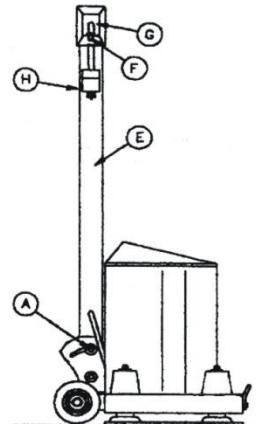
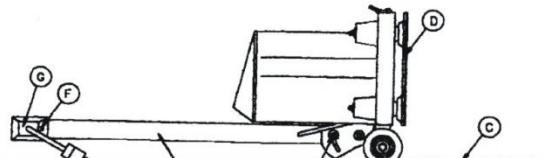
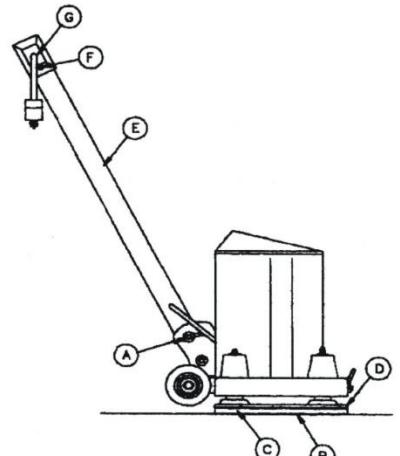

Fig. 1
Fig. 4
Fig. 5
Make sure that the tool switch (F) is ALWAYS switched OFF and unplugged before putting or emptying the bag. Make sure that the bolt (A) is tighten to ensure that the handle is locked in place. See Fig. 1.
Slide the metal piece (K) in the opposite direction of the arrow. Hook the rear plate (L). Turn the lock (J) in the opposite direction of the arrow. Attach the spring (H). See Fig. 4.
Unhook the spring (H) behind the upper handle. See Fig. 1. Turn the lock (J) in the direction of the arrow, and unhook the back plate (L). See Fig. 4. Slide the upper metal piece (K) in the direction of the arrow. See Fig. 4 Empty the bag and reinstall it as described above.
Assurez-vous que l'interrupteur (F) est TOUJOURS à la position "OFF" et que l'outil est débranché avant d'installer le papier sablé ou d'installer ou vider le sac à poussière. Assurez-vous que le boulon (A) est bien serré afin que le manche soit barré en place. Voir FIG. 1.
Glissez la pièce métallique (K) dans le sens contraire de la flèche. Accrochez la plaque arrière (L). Tournez la barrure (J) dans les sens contraire de la flèche. Accrochez le ressort (H). Voir Fig. 4.
Décrochez le ressort (H) à l'arrière et au haut du manche. Voir Fig. 1. Tournez la barrure (J) dans le sens de la flèche et décrochez la plaque arrière (L). Voir FIG. 4. Glissez la pièce métallique supérieure (K) dans le sens de la flèche. Voir Fig. 4. Videz le sac et réinstallez-le en suivant les instructions, plus hauts mentionnés.
Cerciórese de que el interruptor de la herramienta (F) sea SIEMPRE cambiado de "OFF" y desenchufado antes de instalar el papel de la arena y de instalar o de vaciar el bolso de polvo. Cerciórese de que sea el perno (A) apriete para asegurarse de que la manija está trabada en lugar. Vea Fig. 1.
Resbale el pedazo del metal (k) en la dirección opuesta de la flecha. Enganche la placa posterior (l). Dé vuelta a la cerradura (j) en la dirección opuesta de la flecha. Una el resorte (h). Vea Fig. 4.
Zafe el resorte (H) detrás de la manija superior. Vea Fig. 1. Dé vuelta a la cerradura (J) en la dirección de la flecha, y zafe la placa trasera (L). Vea Fig. 4. Resbale el pedazo superior del metal (K) en la dirección de la flecha, vea fig. 4. Vacie el bolso y reinstálelo según lo descrito arriba.
CAUTION : Make sure that the tool switch (F) is ALWAYS switched "OFF" and unplugged before installing the sand paper and installing or emptying the dust bag. Make sure that bolt (A) is tighten to ensure that the handle is locked in place. Fig. 1.
ATTENTION : Assurez-vous que l'interrupteur (F) est TOUJOURS à la position "OFF" et que l'outil est débranché avant d'installer le papier sablé ou d'installer ou vider le sac à poussière. Assurez-vous que le boulon (A) est bien serré afin que le manche soit barré en place. Fig. 1
PRECAUCIÓN : Cerciórese de que el interruptor de la herramienta (F) sea SIEMPRE "cambiado de "OFF" y desenchufado antes de instalar el papel de la arena y de instalar o de vaciar el bolso de polvo. Cerciórese de que sea el perno (A) apriete para asegurarse de que la manija está trabada en lugar. Fig. 1.
Tilt the tool back 90degrees, see FIG. 4. Place the pad (B) and the fiber pad (C) on the floor facing the vibrating plate (D) as shown in FIG.4. Tilt back the tool on the fiber pad (C), see FIG. 5.
Basculez l'outil de 90 degrés vers l'arrière, voir FIG. 4. Placez le tapis de fibre (B) sur le plancher vis-à-vis la plaque vibrante (D), voir FIG. 4. Replacez l'outil sur le tapis de fibre (B), voir FIG.5.
Inclinar de nuevo la herramienta 90degrees, véase la FIG. 4. Coloque la almohadilla de fibra (B) de uso de la palabra frente a la placa vibrante (D) como se muestra en la FIG. 4. Inclinar de nuevo la herramienta en la almohadilla de fibra (B), véase la FIG. 5.